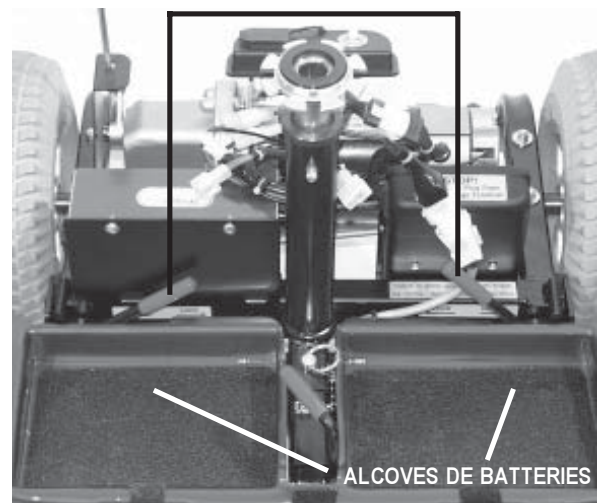

FIGURE 18. LEVIERS DE VERROUILLAGE
6. Abaissez les leviers de blocage dans la position verrouillée. (Voir figure 18.)